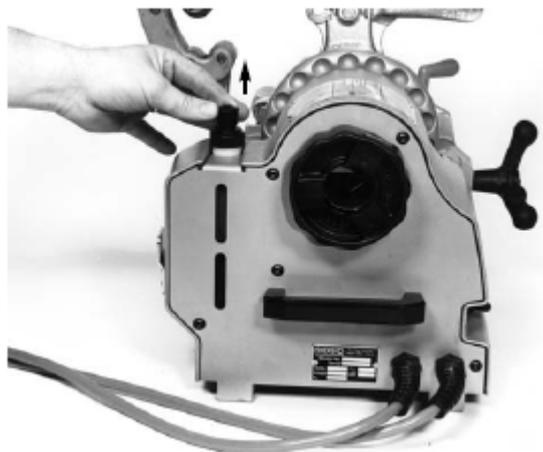

图7 —塞子置于OPEN的位置
7. 操作机器时，上部的塞子打到OPEN的位置（见图7）。
1. 检查塞子置于OPEN的位置（见图7）。